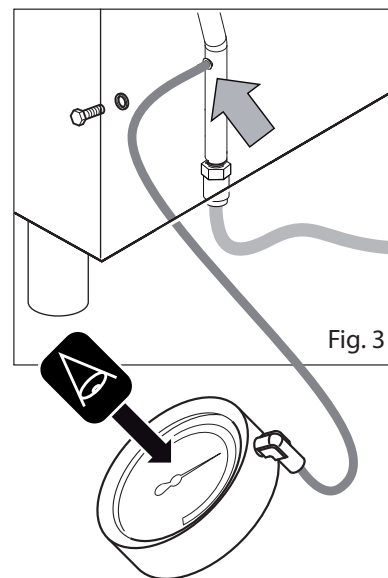

Fig. 3
- Desatornillar el tornillo de la toma de presión (Fig. 3);